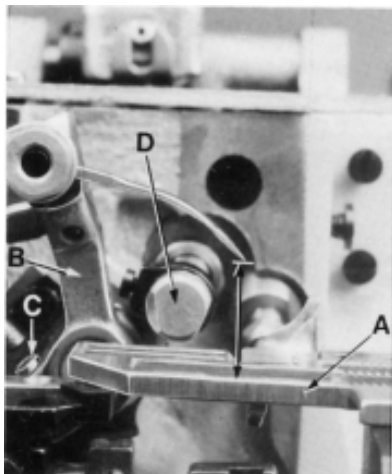

FIG. 3
With throat plate assembled in position, needle should center in the front end of needle slot. When needle is at its highest position, needle point should be set between 17/34" - 35/64" (13.5 - 14mm) above the throat plate (A, Fig. 3). For this adjustment gauge G21227F can be advantageously used. To align the needle or to set the height above the throat plate, move needle driving arm (B, Fig. 3) by loosening clamp screw (C). Remove throat plate.
Bei eingebauter Stichplatte soll die Nadel mittig im vorderen Teil des Stichloches einstechen. Wenn die Nadel in ihrer Höchststellung ist, muß die Nadelspitze zwischen 13.5 bis 14mm über der Stichplatte stehen (A, Fig. 3). Zur Einstellung kann die Nadelhöhen-Einstellehre G21227F verwendet werden. Zum Ausrichten der Nadel oder zum Einstellen der Höhe über der Stichplatte, lösen Sie die Schraube (C, Fig. 3) und verdrehen und/oder verschieben den Nadelhebel (B) entsprechend. Entfernen Sie die Stichplatte.
If resetting is necessary, do it by shifting the upper looper holder (D, Fig. 3) in its shaft to the right or to the left.
Ist ein Nachstellen notwendig, wird es durch Verstellen des Obergreiferhalters (D, Fig. 3) in der Obergreiferache nachrechts oder links vorgenommen.